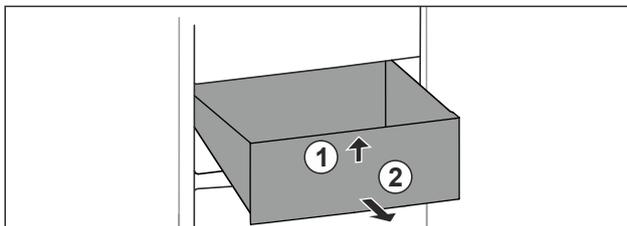

Fig. 56
- ▶ Schubfach vorne anheben. Fig. 56 (1)
- ▶ Schubfach nach vorne entnehmen. Fig. 56 (2)